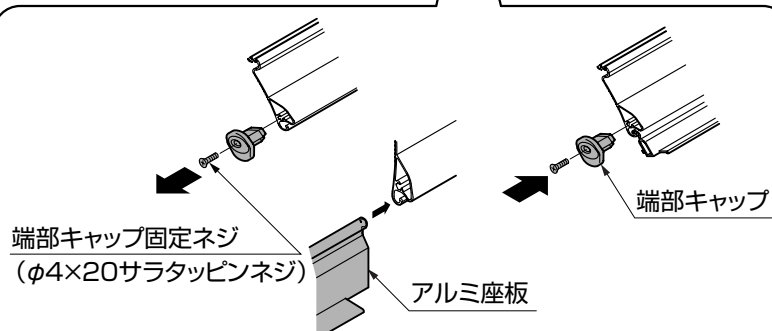

図5-10
- ① 下部アルミスラットの最下段の「端部キャップ固定ネジ」を外して、端部キャップを取外してください。(図5-10参照)
- ② アルミ座板を差込んでください。